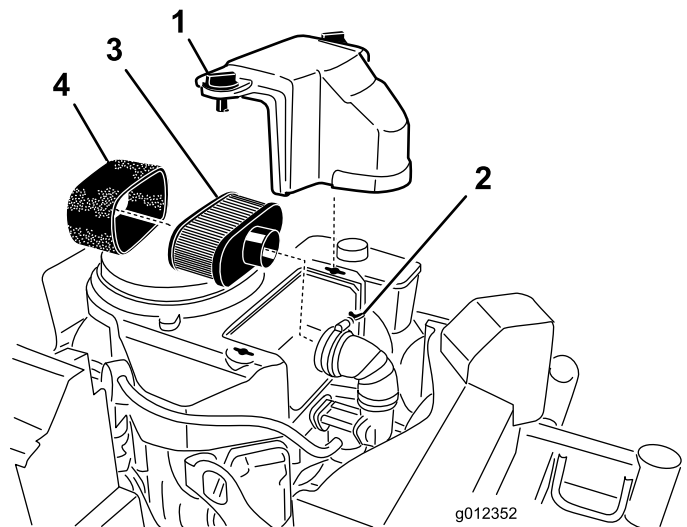

Bild 20
3. Reinigen Sie den Bereich um den Luftfilter herum, um zu verhindern, dass Schmutz in den Motor fällt und Schäden verursacht (Bild 20).
4. Schrauben Sie die Handräder los und entfernen Sie die Luftfilterabdeckung (Bild 20).
5. Schrauben Sie die Schlauchklemme los und entfernen Sie die Luftfilterabdeckung (Bild 20).
6. Ziehen Sie den Schaumeinsatz vorsichtig vom Papiereinsatz (Bild 20).
1. Reinigen Sie nicht den Papierfilter. Wechseln Sie es aus (Bild 20).
1. Schieben Sie den Schaumeinsatz vorsichtig auf den Papierluftfiltereinsatz (Bild 20).
2. Schieben Sie den Luftfilter auf das Luftfilterunterteil und befestigen Sie ihn mit den 2 Flügelmuttern (Bild 20).
3. Setzen Sie die Abdeckung des Luftfilters auf und ziehen Sie das Abdeckhandrad fest (Bild 20).